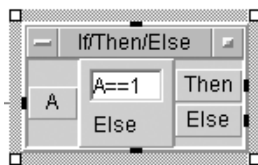

Рис. 8.9
2.12. Внутри объекта «Measurement» создать логический элемент If/Then/Else с терминалами и логической формулой, аналогично рис. 8.9.